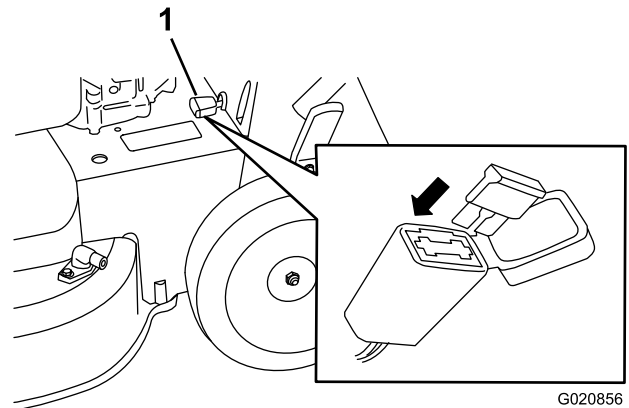

Figure 33
1. Ouvrez le porte-fusible étanche et remplacez le fusible (Figure 33).